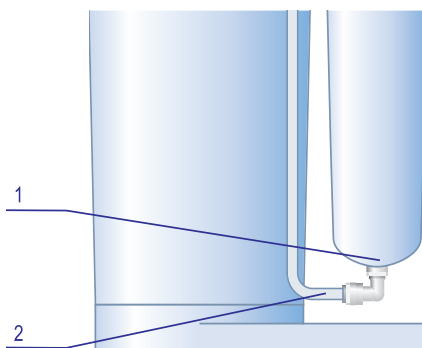

Рис. 10
- Подсоедините угольник дренажной трубки к сменному мембранному модулю (для этого вставьте предварительно смоченный водой конец угольника во втулку дренажного штуцера до упора, см рис. 10). Установите стопорную клипсу.
- Отсоедините дренажную трубку с угольником (2) от дренажного штуцера (1) корпуса сменного мембранного модуля (рис. 10) Для этого выньте из-под пластиковой трубки стопорную клипсу, нажмите на торец пластиковой втулки и вытяните трубку.